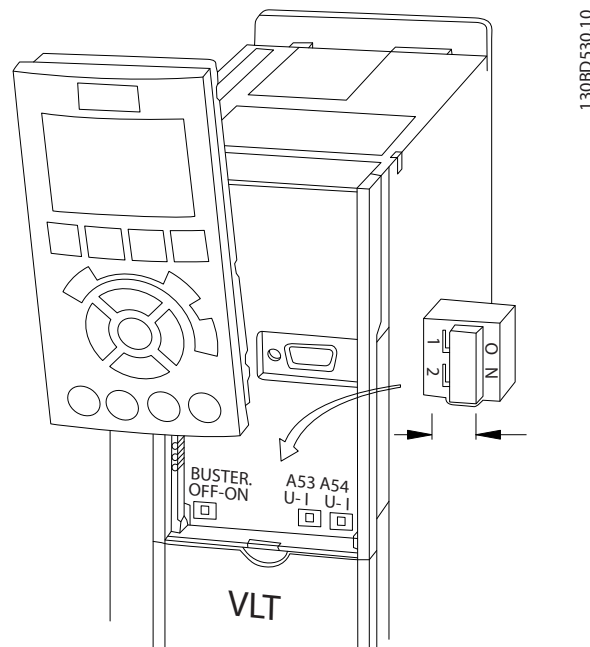

図 4.16 端子 53 と 54 スイッチの位置
1. ローカル・コントロール・パネルを外します (図 4.16 を参照)。
- 各セグメントは、周波数変換器の終端スイッチ (バス端子オン / オフ、図 4.16 を参照) またはバイアス終端抵抗ネットワークのいずれかを使用して両端を終端する必要があります。